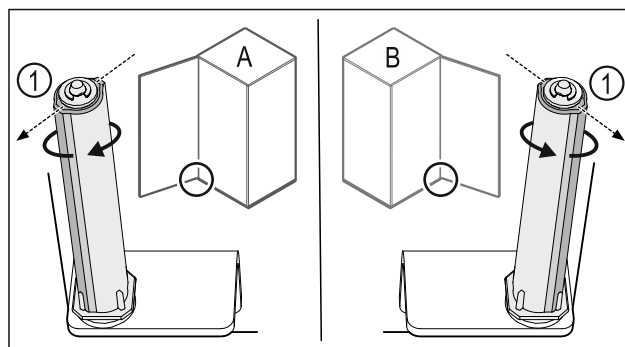

Fig. 36 Okretanje nalijevo (A) / okretanje nadesno (B)
- Okrećite sustav zatvaranja do kraja dok lamela sustava zatvaranja Fig. 36 (1) ne bude usmjerena prema van.